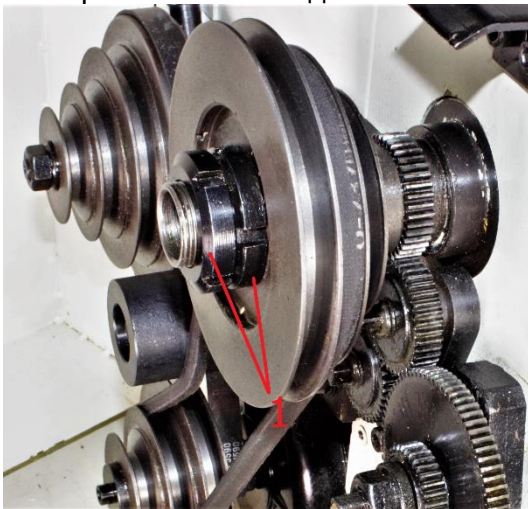

Рис. 48
3. Ослабьте две стопорных гайки шпинделя (1) на один полный оборот против часовой стрелки (см Рисунок 48)